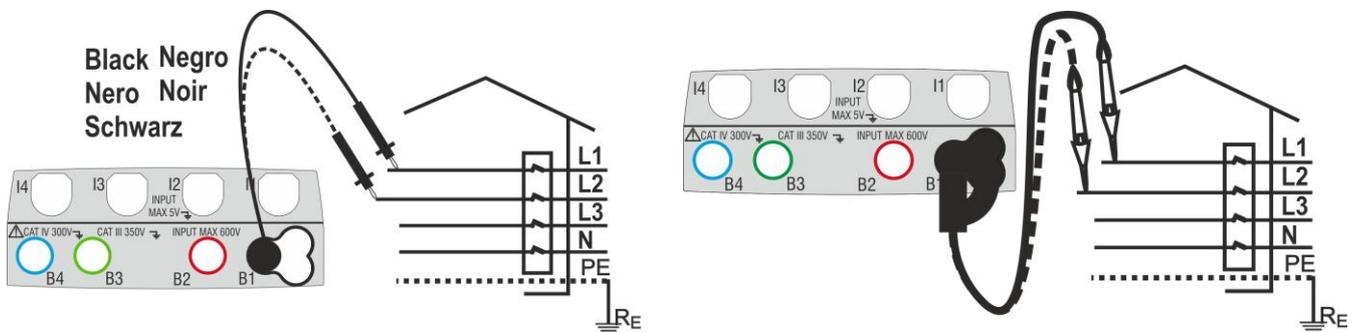

Fig. 23: Verificación del sentido cíclico de las fases 1T con una punta o punta remota
3. Inserte los conectores azul y negro de los cables en los correspondientes terminales de entrada del instrumento B4, B1 (prueba 2T). Inserte en el extremo de los cables que quede libre los correspondientes cocodrilos o puntas. Eventualmente utilice la punta remota insertando el conector multipolar en el terminal de entrada B1. Conecte los cocodrilos, puntas o la punta remota a la fase L1 y N de acuerdo con las Fig. 23 y Fig. 24
En estas condiciones conecte los cocodrilos, puntas o la punta remota a la fase L2 y N de acuerdo con las Fig. 23 y Fig. 24